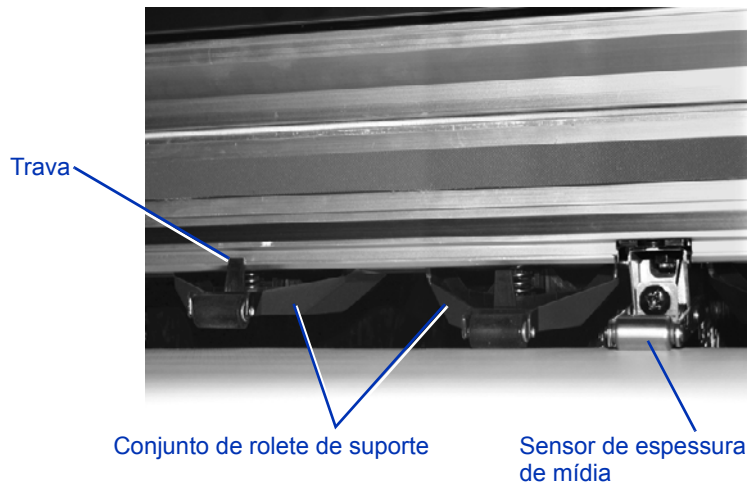

Fig. 2-5. Roletes de suporte
11. Se a borda da mídia utilizada estiver embaixo de um rolete de suporte, erga os roletes de suporte empurrando-os para cima e, depois, empurrando a trava em direção ao trilho para encaixá-lo (consulte Fig. 2-5 a seguir). Para descer o rolete de suporte, empurre-o para cima para soltar a trava e, depois, desça o suporte para o cilindro.